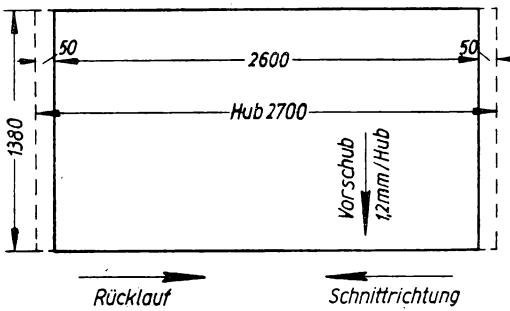

Bild 1
10. Eine Richtplatte von 2600 mm Länge und 1380 mm Breite (Bild 1) soll auf einer Tischhobelmaschine bearbeitet werden. Die Schnittgeschwindigkeit des Hobelmeißels in Längsrichtung der Platte ist 15 m/min, die Rücklaufgeschwindigkeit 1,8mal so groß. Vor und hinter der Platte läuft der Meißel je 50 mm frei aus. Der Vorschub des Meißels quer zur Schnittrichtung, d. h. die Spanbreite, ist 1,2 mm. Wie lange dauert die Arbeit?